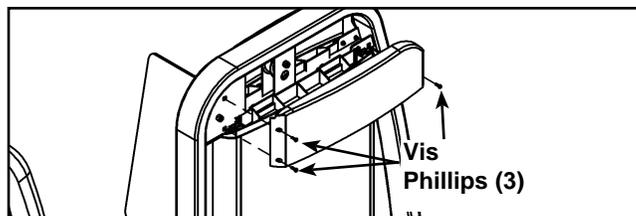

Figure 5
E. Enlevez les trois vis Phillips qui fixent le capot supérieur (arrière) et retirez le capot avec précaution. Reportez-vous à la figure 5.